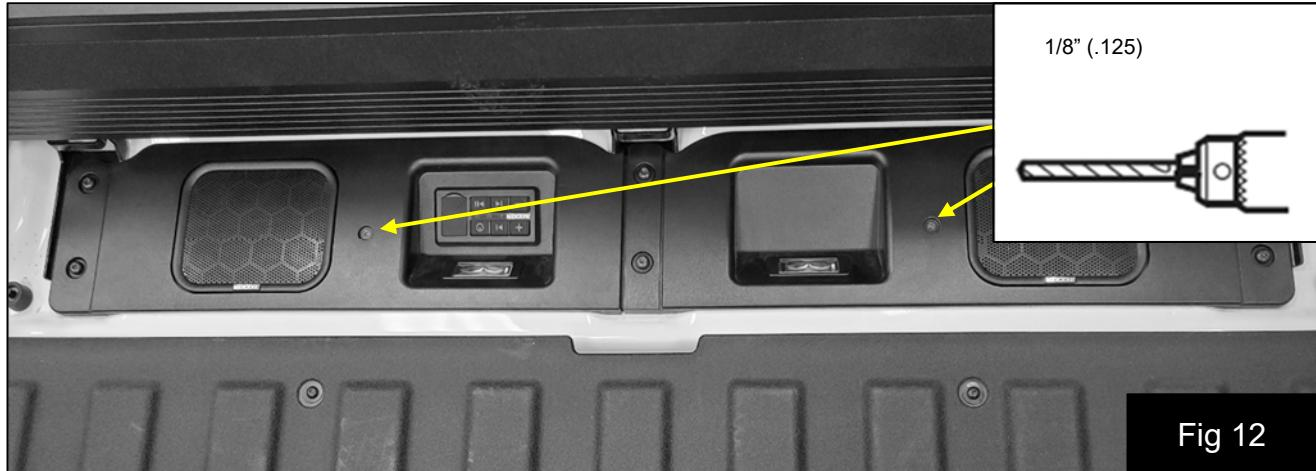

Fig. 12
18. Instale temporalmente el bafle del altavoz e instale sin apretar los seis pernos de repuesto suministrados. El bafle del lado derecho debe superponerse al bafle del lado izquierdo en el centro. Fig. 12
20. Pretaladre los dos orificios guía para los tornillos de rosca fina suministrados utilizando una broca de 1/8 (0,125) y luego retire los pernos y el bafle del altavoz. Fig. 12